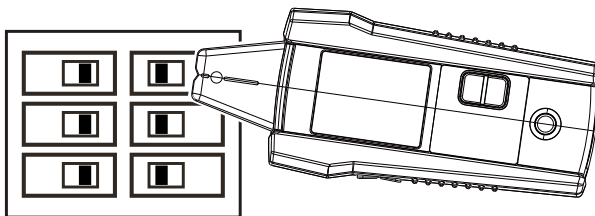

Figura 3.2d: Alinee la ranura del sensor de punta con el disyuntor
2. Alinee la marca del sensor de punta con el disyuntor a lo largo (consulte la Figura 3.2d).